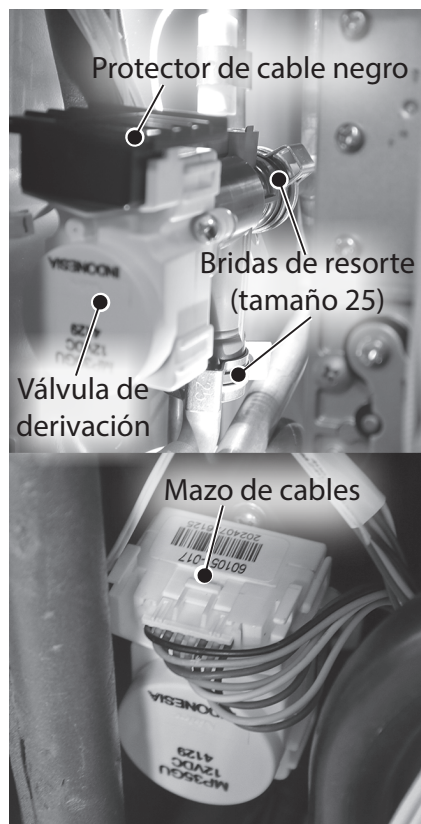

Figura 185 - Válvula de derivación
- 14** Ubique la válvula de derivación en el lado izquierdo del calentador de agua, como se muestra en la Figura 185.